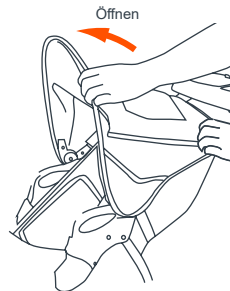

Abb. 10
- 10) • Um das Verdeck zu öffnen: Drücken Sie die Vorderkante des Verdecks nach vorne, während Sie die Rückseite des Verdecks festhalten (Abb. 10).